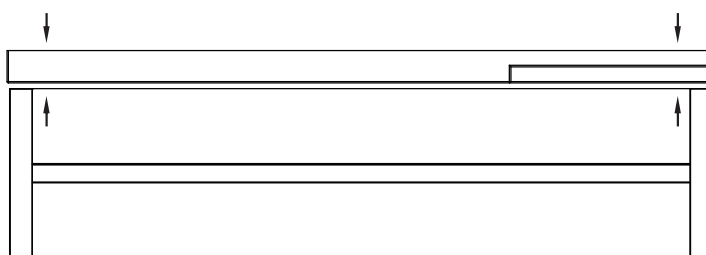
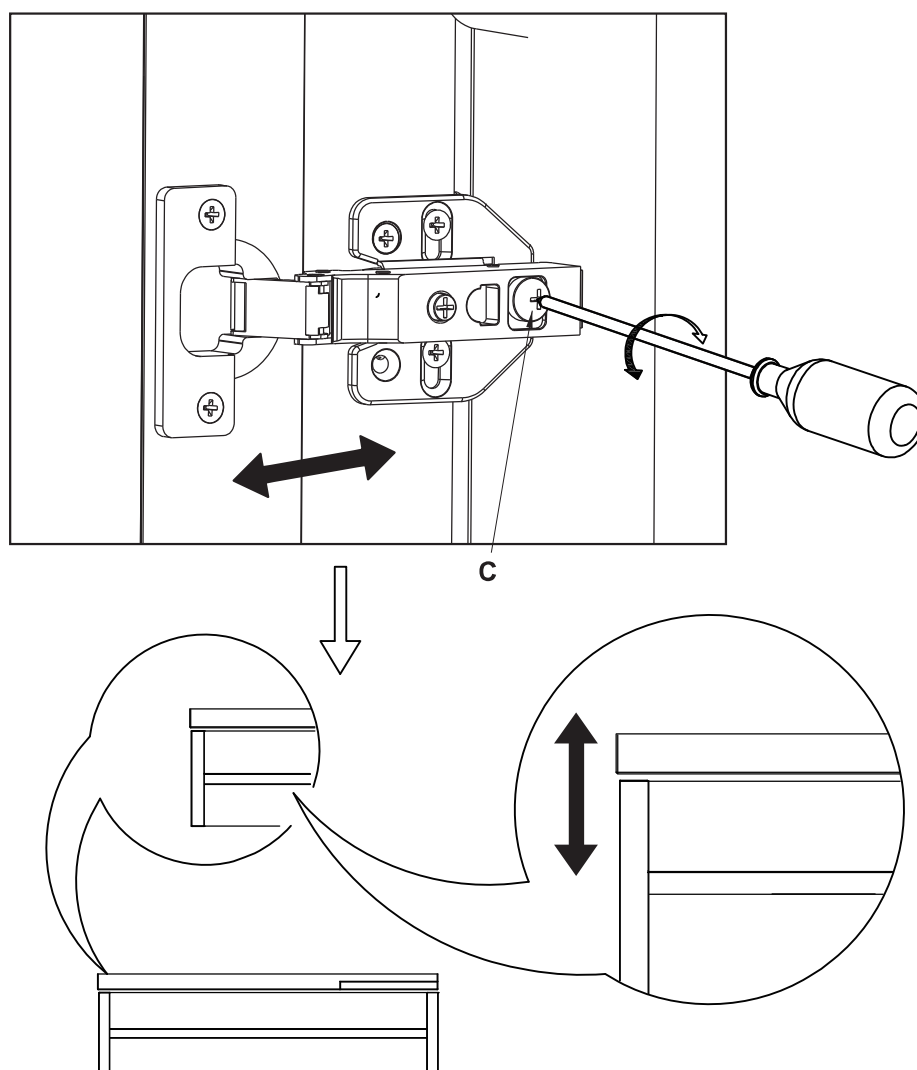

Fig. 8
Fig. 9
3.2 Si la porte de l'armoire n'est pas plane (Fig. 8), ajustez la distance entre la porte et l'armoire en réglant la vis (C) de manière à ce que les deux portes soient planes (Fig. 9).